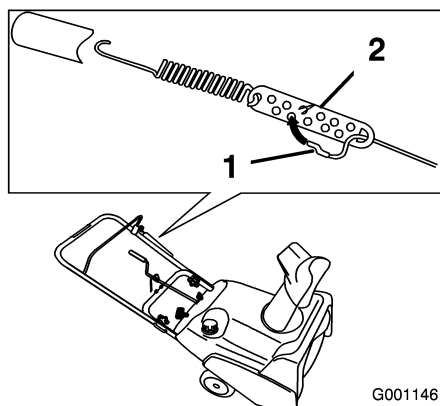

Figure 24
2. Accrochez le raccord en Z à un trou plus haut ou plus bas sur la biellette de réglage de manière à obtenir un écart de 2 à 3 mm (1/16 à 1/18 pouce) entre la barre de commande et le guidon (Figure 24).